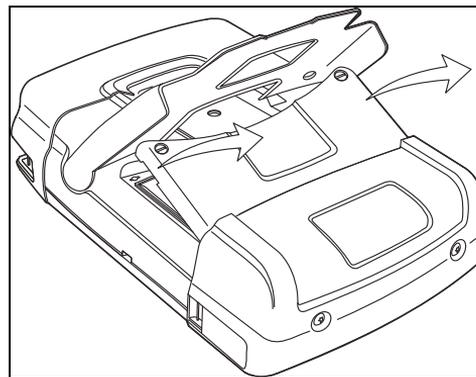

Figura 48. Remoção da tampa da bateria
4. Levante a tampa da bateria e retire-a (Figura 48)